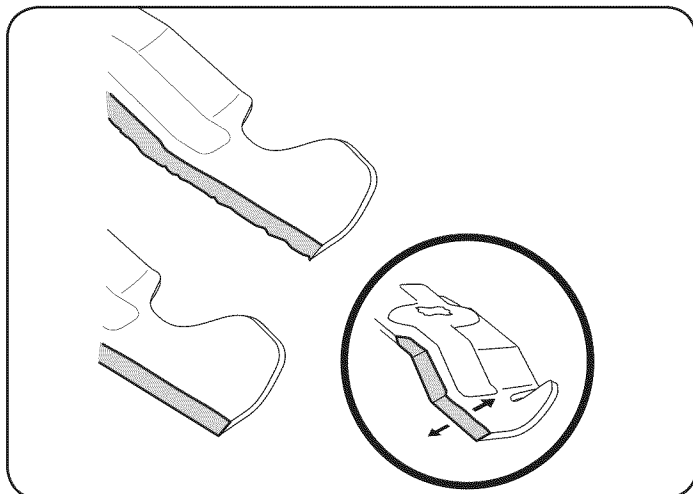

Figura 38
4. Para afilar las cuchillas de corte de forma adecuada, extraiga cantidades iguales de metal de ambos extremos de las cuchillas a lo largo de los bordes cortantes, paralelo al borde de caída y a un ángulo de 25° a 30°. Afíle siempre cada borde de las cuchillas de corte de forma pareja para mantener un equilibrio adecuado entre las mismas. Vea la Figura 38.